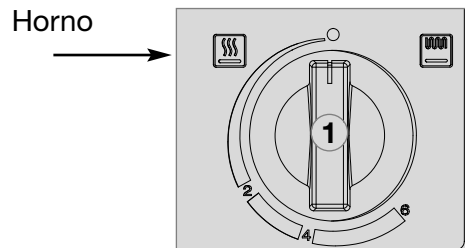

Fig. 47
- Coloque el botón de mando **(1)** (Fig. 47) en la posición „●“.